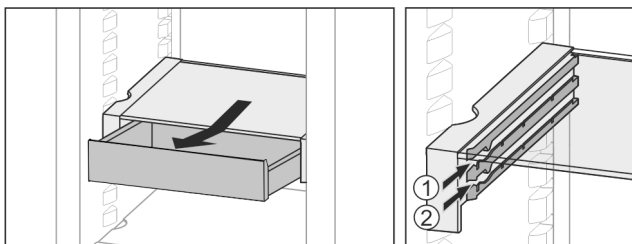

Fig. 21
- ▶ Вкарайте го на височина по избор Fig. 21 (1) или Fig. 21 (2).